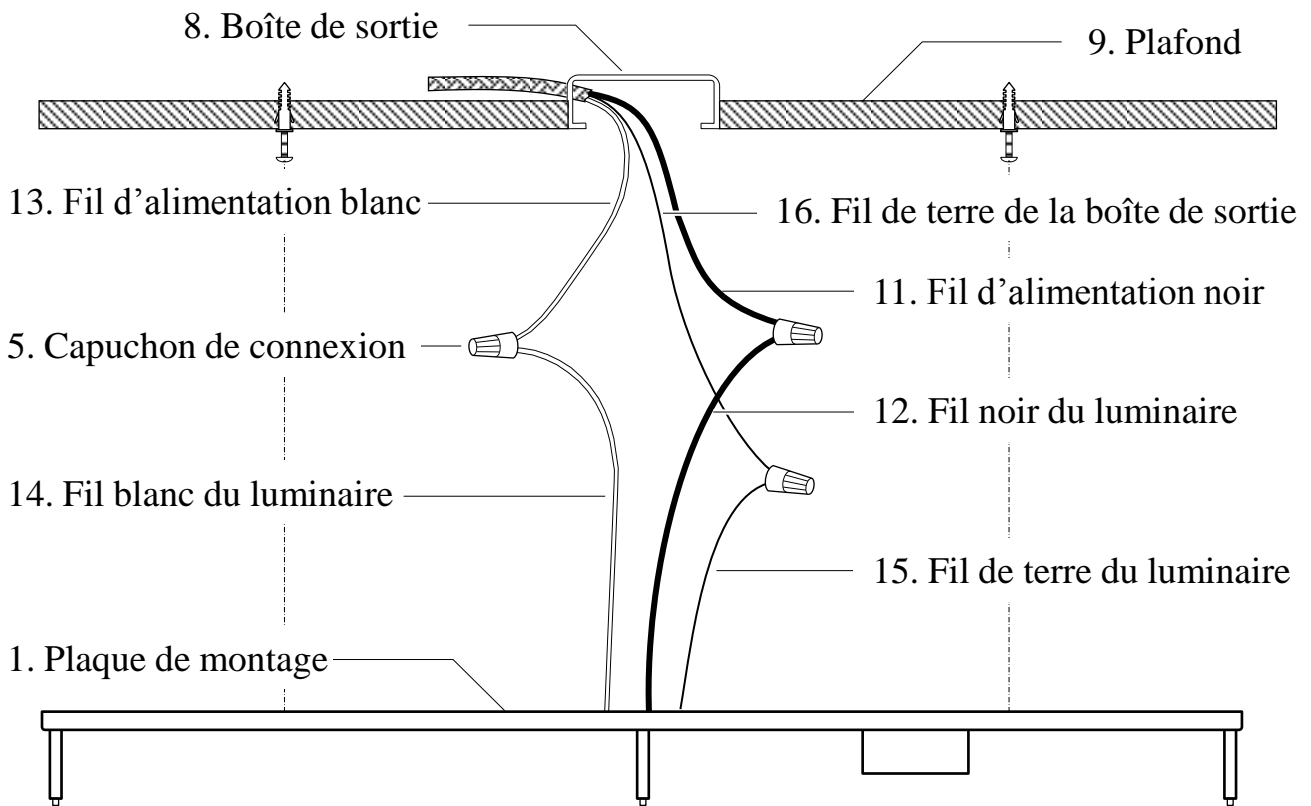

Fig. 2
5. Tirez les fils d'alimentation hors de la boîte de sortie (n° 8). Reliez le fil d'alimentation noir (n° 11) au fil noir du luminaire (n° 12) et le fil d'alimentation blanc (n° 13) au fil blanc du luminaire (n° 14) à l'aide des capuchons de connexion (n° 5). Reliez le fil de terre du luminaire (n° 15) au fil de terre de la boîte de sortie (n° 16) à l'aide d'un capuchon de connexion (n° 5) (**Fig. 2**). Enroulez toutes les connexions avec du ruban isolant pour plus de sécurité. *À noter: si vous avez des questions concernant l'installation électrique, veuillez consulter le code de l'électricité en vigueur dans votre province pour connaître les méthodes de mise à la terre approuvées.*